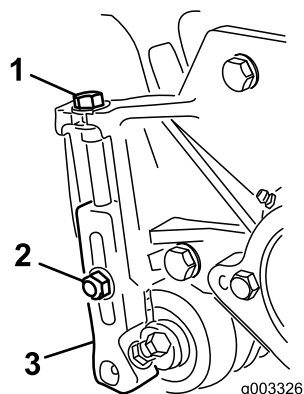

Figura 24
1. Desaperte as porcas de bloqueio que fixam os braços da altura de corte às placas laterais da unidade de corte (Figura 24).